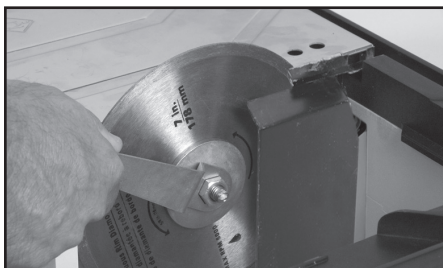

FIGURE 5
7. Resserer la lame fermement cet écrou avec la clé fournie, en faisant attention de ne pas trop serrer (voir FIGURE 5).